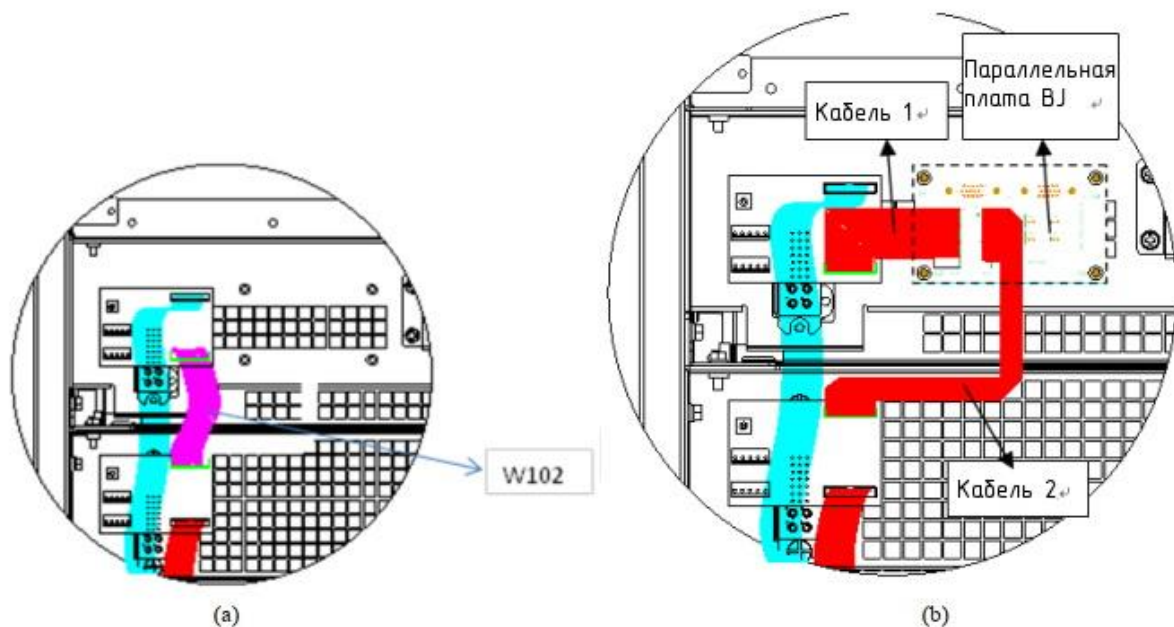

Рис. 1-22 Установка параллельной сигнальной платы ВJ
Параллельная сигнальная плата ВJ устанавливается в задней части бесконтактного переключателя силового модуля, см. рис. 1-22.
- Отключите кабель W102 (см. рис. 1-22 (а))
- Установите параллельную сигнальную плату ВJ (см. рис. 1-22 (б))
- Подключите кабели 1 и 2 (см. рис. 1-22 (б))